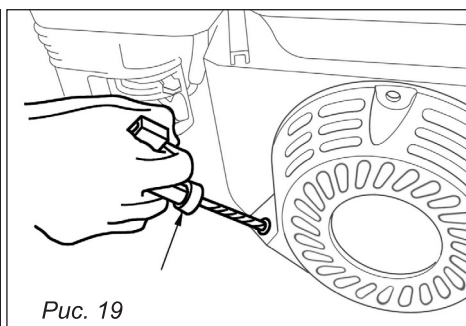

Рис. 19
6. Возьмитесь за ручку стартера и медленно потяните до появления ощутимого сопротивления, затем потяните ручку стартера резким рывком (рис. 19).